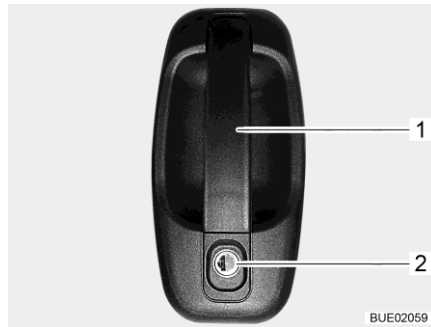

Fig. 70 Cerradura de la puerta (puerta del conductor exterior)
- Introducir la llave en el cilindro de cierre (Fig. 70,2) y girarla hasta que esté desbloqueada la cerradura de la puerta.
- Tirar del tirador de la puerta (Fig. 70,1). La puerta está abierta.
- Introducir la llave en el cilindro de cierre (Fig. 70,2) y girarla hasta que esté bloqueada la cerradura de la puerta.